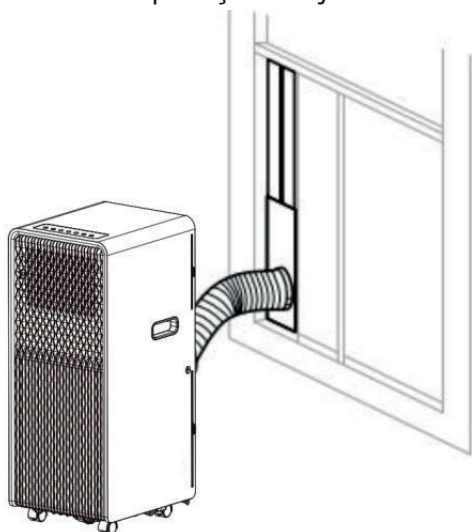
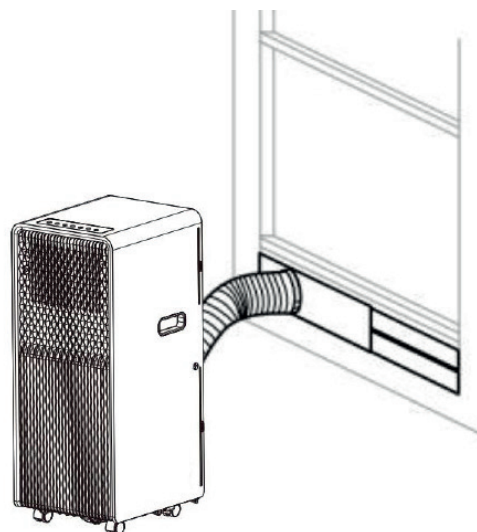

Fig. 2
Fig. 2a
2) Como se mostra na Fig. 2 e Fig. 2a, instale a mangueira de exaustão e ajuste corretamente a posição da janela.